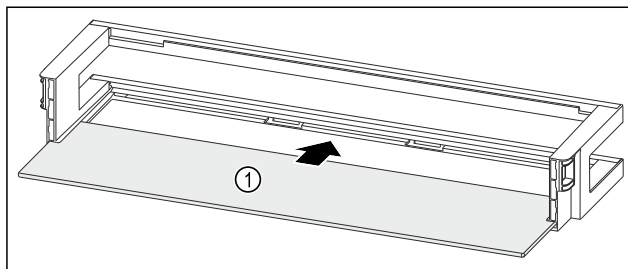

Fig. 97 Dørhylde med hylde
- Skub hylden Fig. 97 (1) ind i udsparringerne i siden.